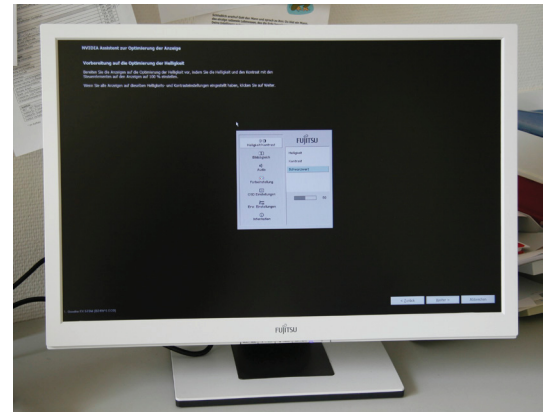

Abb. 13-11: Justieren und Kalibrieren des Monitors
Beim Justieren geht es darum, Helligkeit und Kontrast mit Hilfe der Bedienelemente am Monitor auf die Normwerte einzustellen (Abb. 13-11). Dies ist nicht über eine Software regelbar. Wenn die Kalibrierungssoftware nicht dazu auffordert, diese Korrekturen vorzunehmen, muß dies vor dem Kalibrieren geschehen.
- Verfügt der Rechner über eine hochwertige Grafikkarte, so wird u.U. über die mitgelieferte Software die Möglichkeit geboten, den Monitor zu kalibrieren (Abb. 13-11) und im besten Fall im Ergebnis ein Profil zu erstellen. Ist dies nicht der Fall, lohnt es sich, im Internet nach einem geeigneten Tool zu suchen.